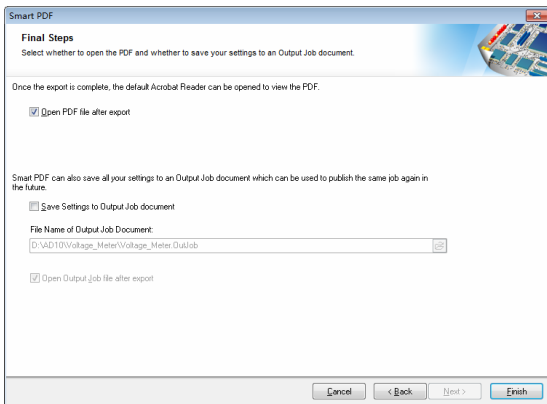

图 16-37 Final Steps 界面
(8) 单击 Next 按钮, 进入 Final Steps 界面, 选中 Open PDF file after export 选项, 取消其余两个选项, 结果如图 16-37 所示。